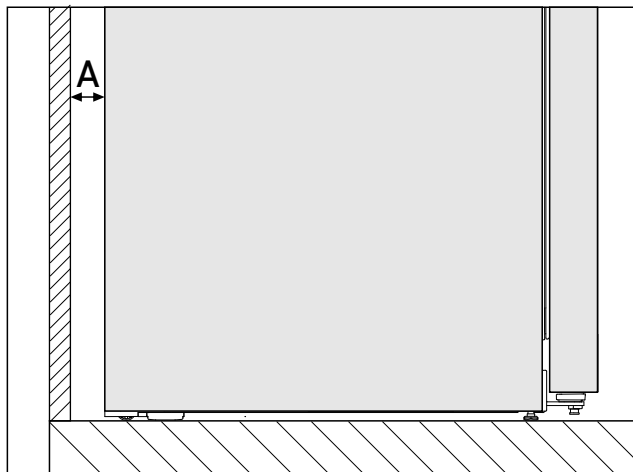

Fig. 2 *
Energiatarve määrati kindlaks seadme tagakülje ja seina vahekaugusel Fig. 2 (A). Kui kaugus seinast on väiksem kui Fig. 2 (A), siis ei avalda seadme talitlusvõimele mingit mõju. Väiksema kauguse korral seinast võib energiatarve vähesel määral suureneja ja seadme tagaseinale võib moodustuda kondensaat.*